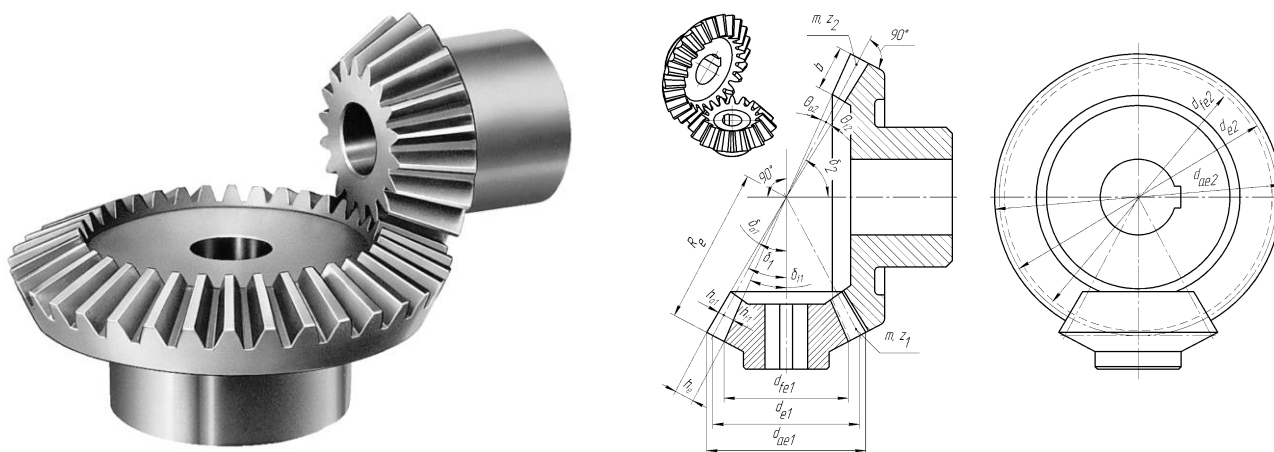

Рис. 1. Пример конической зубчатой пары с прямым зубом
1. Сконструировать и изготовить макет конической зубчатой пары с прямым зубом (Рис. 1).